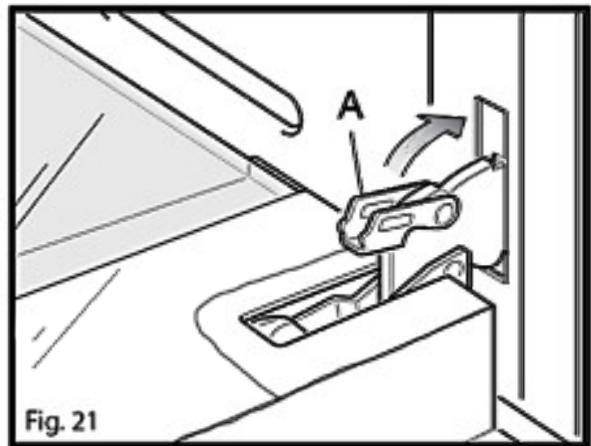

Fig. 21
- Откройте флагок **A** на правой и левой петлях (Рисунок 21).